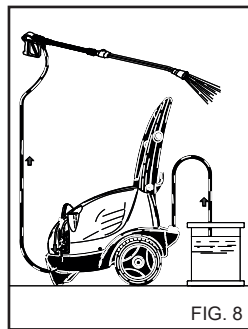

FIG. 8
Kun olet käyttänyt pesuainetta, pesuaineen syöttö pitää huuhdella puhtaalla vedellä. (Fig. 8).
1) Huuhtele korkeapaineinen vesipiiri pesuaineen käytön jälkeen: käytä pumpua 1 minuutin ajan annosteluhana täysin suljettuna. (Fig. 8).
- 4) Huuhtelee korkeapaineinen vesipiiri pesuaineen käytön jälkeen: käytä pumppua 1 minuutin ajan annosteluhana täysin suljettuna. (Fig. 8).